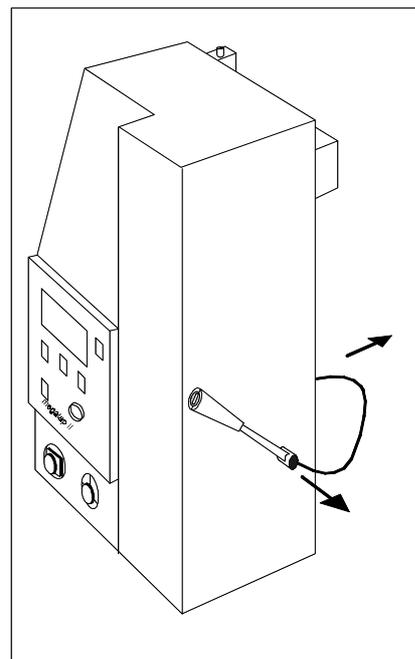

Bild 5-1 Bedienhebel megatap II
3. Kabel des Bedienhebels aus der Steckdose an der Rückseite des Gerätekopfes ziehen (Bild 5-1).
4. Bedienhebel axial aus der Verzahnung ausrasten (Bild 5-1).